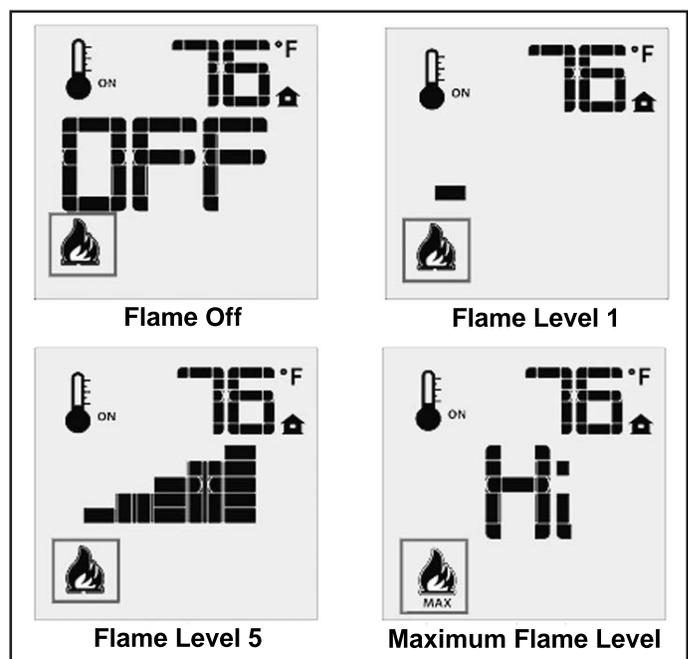

Figure 12: La télécommande montre les niveaux de flamme.
Le Proflame 2 GTMF a six (6) niveaux de flammes. Une fois le système allumé, appuyer sur la flèche vers le bas diminuera de un niveau les flammes, jusqu'à ce que la flamme soit éteinte. Si vous appuyez sur la flèche vers le haut lorsque le système est allumé mais les flammes sont éteintes, la flamme s'allumera au maximum (référez-vous à la Figure 12). Un seul bip confirme la réception de la commande.
**Étape 3 :** Placez vos mains dans les fentes d'air dans la brûleur, comme illustré dans la figure 12, puis tirez vers l'avant et le soulever jusqu'à dis-engager les tubes de venturi.